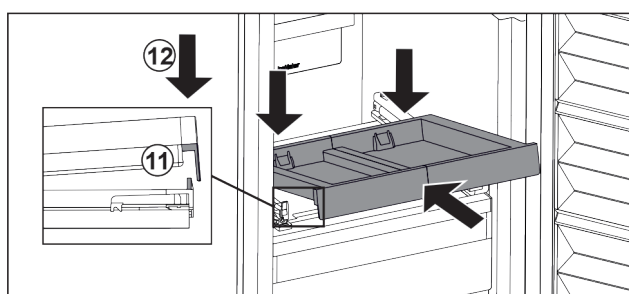

Fig. 93
- Schräg einschieben. Darauf achten, dass auf beiden Seiten der Anschlag hinter der Lasche ist. Fig. 93 (11)
- Auszugsbord vorne absetzen. Fig. 93 (12)